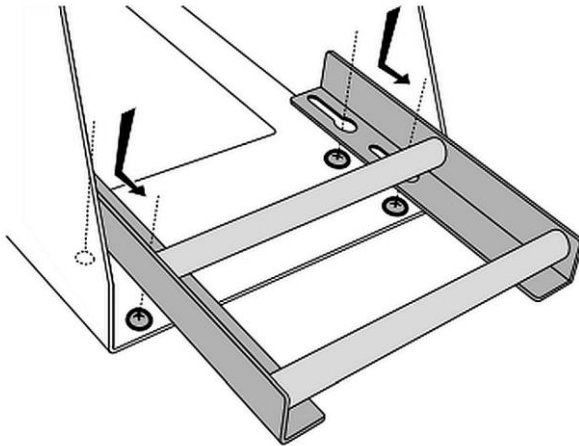

Fig. 3
3. Tenendo insieme i pezzi, posizzarli sulle 4 teste delle viti (fig. 3).